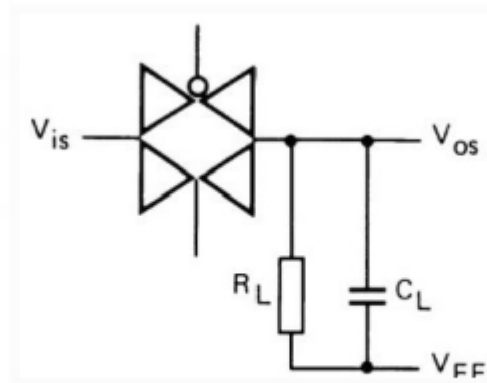

图 4
4. $R_L=10K\Omega$; $C_L=15pF$, 通道开; $V_{is}=V_{DD}(P-P)/2$ (正弦波, 在 $V_{oD}/2$ 处对称), $f_{is}=1KHz$; 如图4 所示
7. $R_L=1K\Omega$; $C_i=5pF$; 通道关; $V_{is}=V_{DD}(P-P)/2$ (正弦波, 在 $V_{DD}/2$ 处对称); $20lg(V_{os}/N_{is})=-50dB$; 如图4 所示
8. $R_i=1K\Omega$; $C_i=5pF$; 通道开; $V_{is}=V_{oD}(P-P)/2$ (正弦波, 在 $V_{DD}/2$ 处对称); $20lg(V_{os}/N_{is})=-3dB$; 如图 4 所示